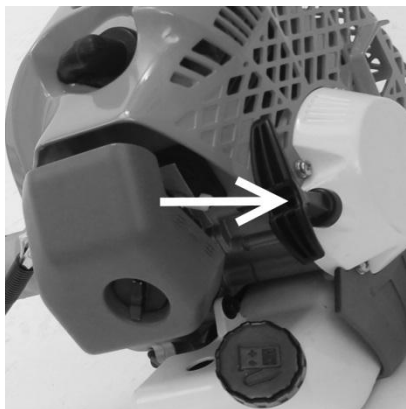

Рисунок 10
5.1.6 Придерживайте триммер одной рукой, свободной рукой потяните за ручку стартера до его "зацепления". Несколько раз потяните рукоятку стартера без рывка (рисунок 10) до первого запуска двигателя.